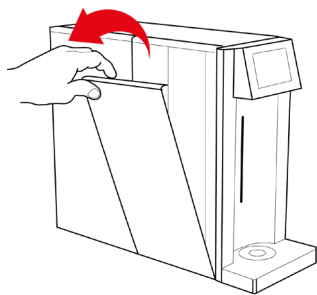

Fig. 1-13
39.2 – Aprire il pannello laterale tirando verso l'esterno fino a completa estrazione, vedi Fig. 1-13.